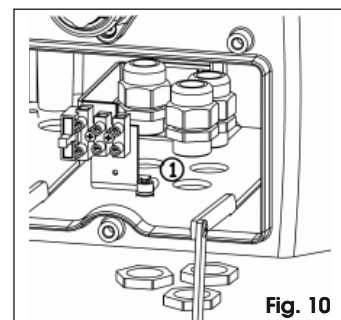

Fig. 10
3. Monte los tres sujetacables suministrados en dotación en los correspondientes orificios, situados debajo del cuerpo motor Fig. 10 ref. ①, respetando la orientación indicada en la Fig. 10.